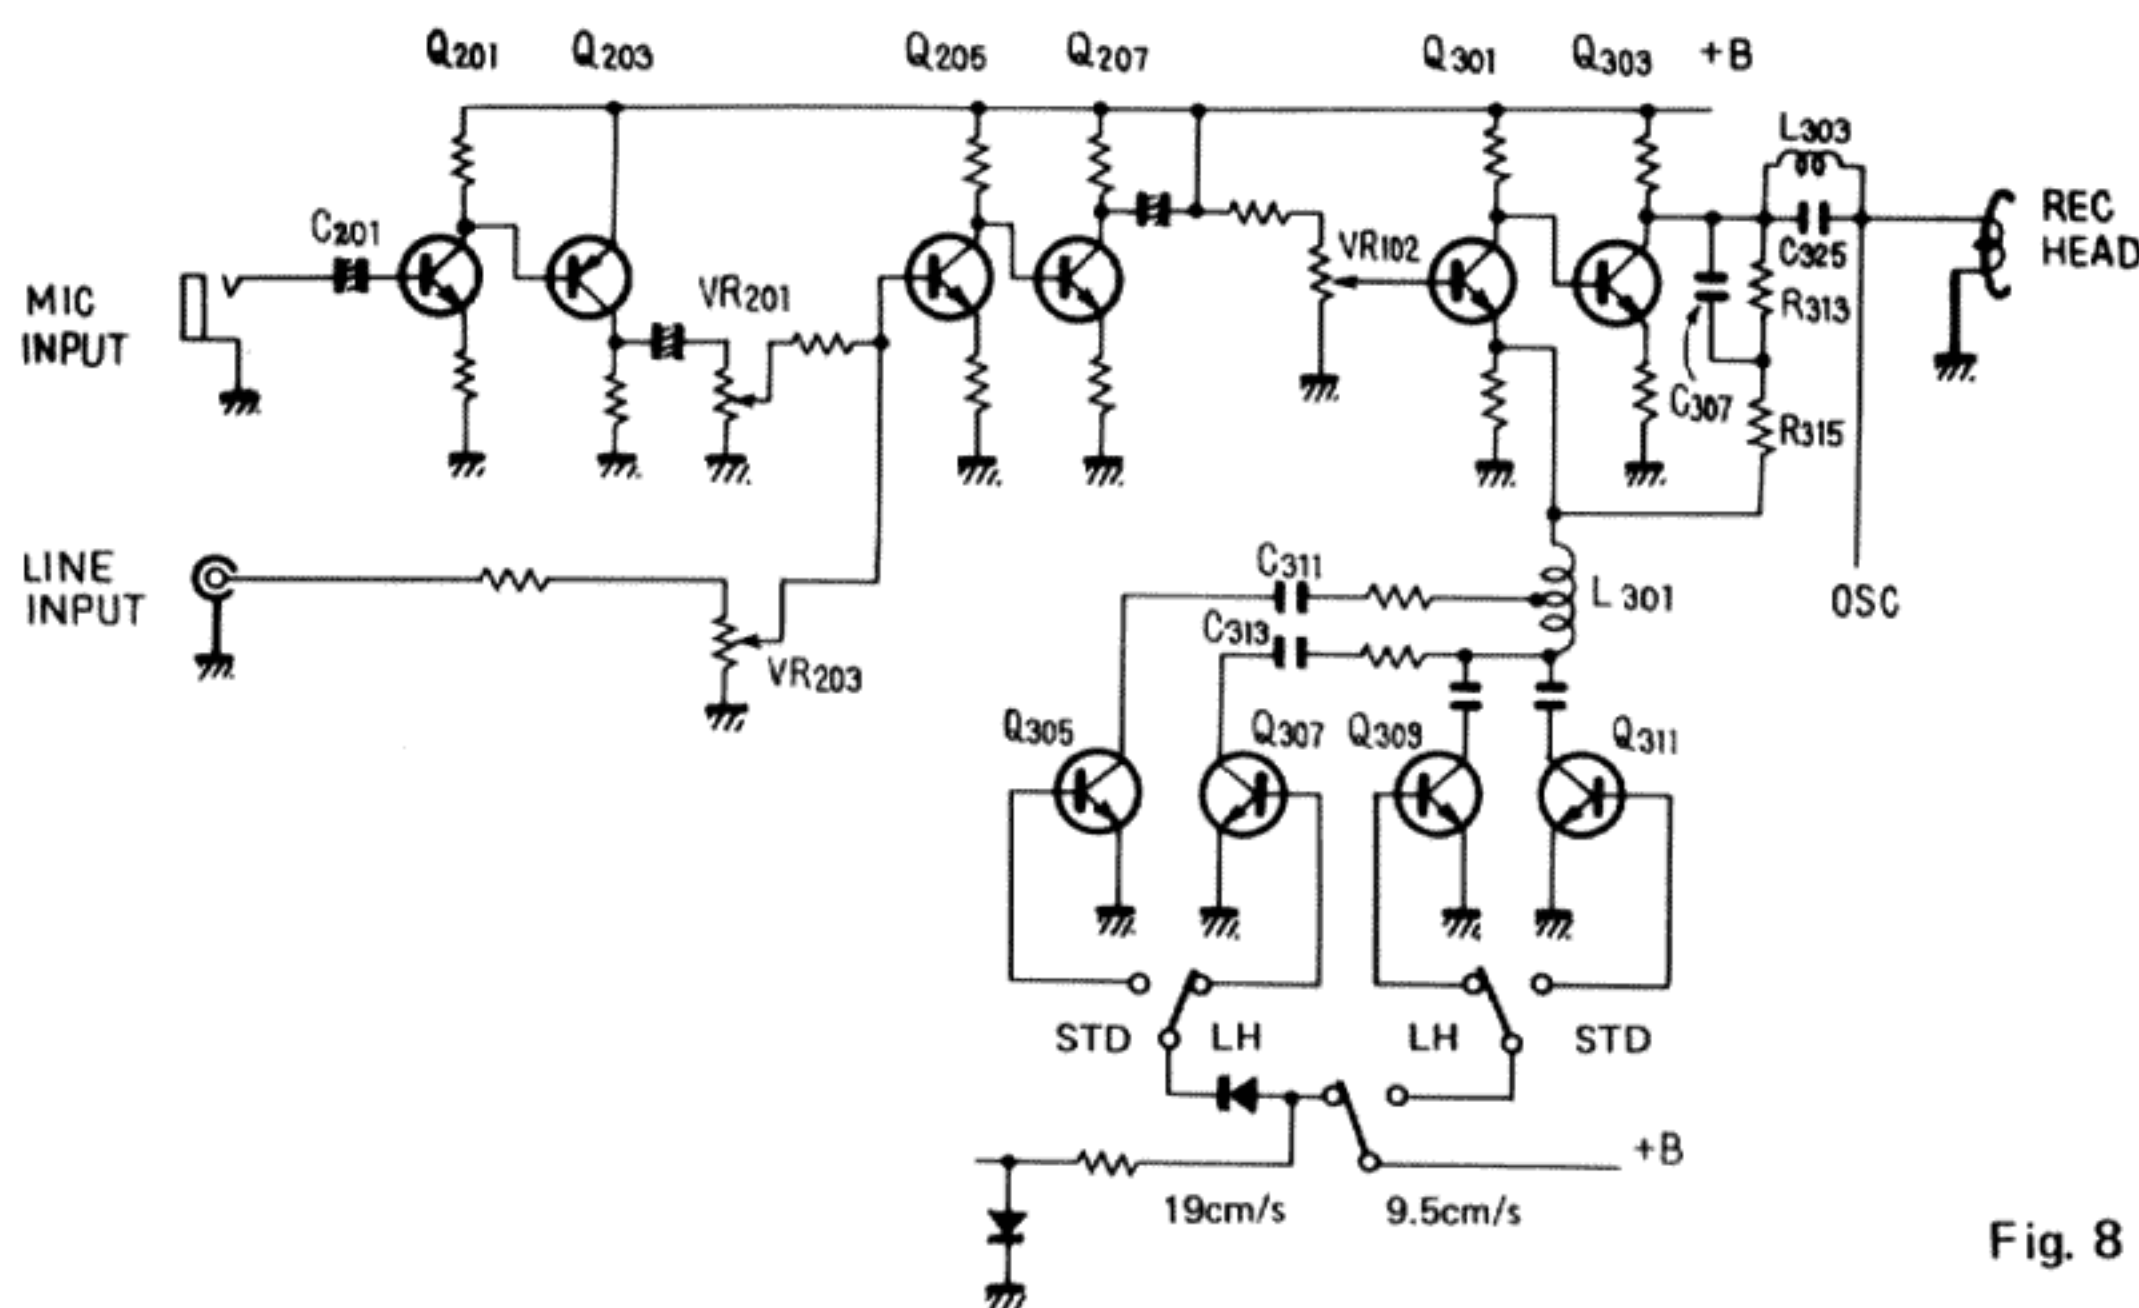

Fig. 8
6.7 RECORDING AMPLIFIER (Fig. 8)